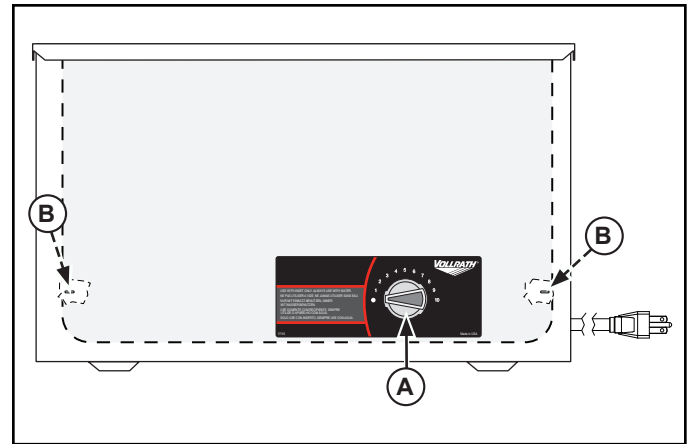

Figura 1. Características y controles
1. Llene el receptáculo hasta las marcas de nivel correcto (B) con agua limpia y fresca. El nivel correcto es de aproximadamente 1" (2,5 cm) o aproximadamente 5.5 ct. gal. (5,2 L) de agua. No lo llene excesivamente. Consulte la Figura 1.
3. Precalente el agua en los receptáculos cubriéndolos con tapas o recipientes de alimento vacíos. Gire el interruptor de encendido/apagado y de control térmico (A) hasta el ajuste máximo de calor (10). Precalente el agua durante 15 minutos.